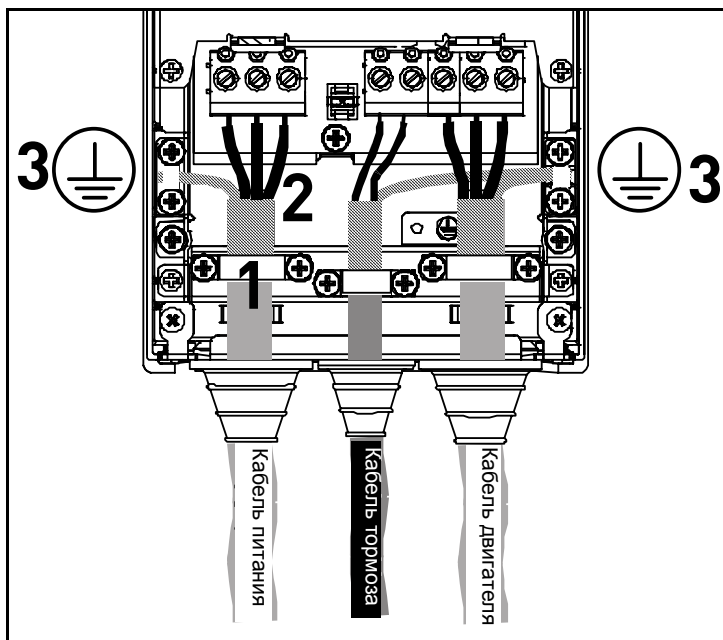

Рисунок 16.
**7** Подсоедините зачищенные кабели, как показано на Рисунок 16.
- Обнажите экраны трех кабелей, чтобы обеспечить их соединение по всей окружности (360 градусов) с кабельным зажимом (1).
- Подсоедините (фазные) провода питания, тормоза и двигателя к соответствующим клеммам (2).
- Свейте в косы оставшиеся части кабельного экрана на всех трех кабелях и соедините косы с зажимами, как показано Рисунок 16 (3).